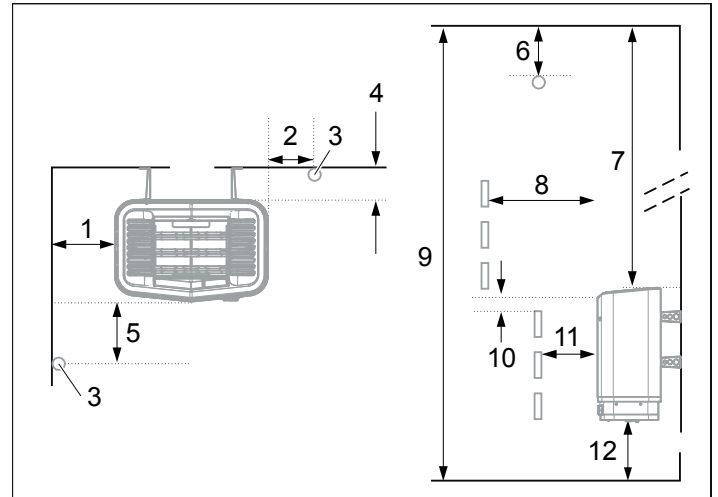

Abbildung 4: Positionierung der Heizung - normale Installation
- Positionieren Sie die Heizung in sicherem Abstand zum Boden, zu den Seitenwänden und zu Innenrauminstallationen (siehe Abbildung 4).
Positionieren Sie den Sensor, wie im Bild gezeigt (siehe Abbildung 4).